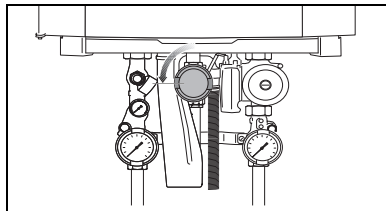

Fig. 26 Gaskraan sluiten
- Sluit de hoofdkraan of de gaskraan (fig. 26).
- Sluit de hoofdgaskraan of de gaskraan onder het cv-toestel (fig. 26).